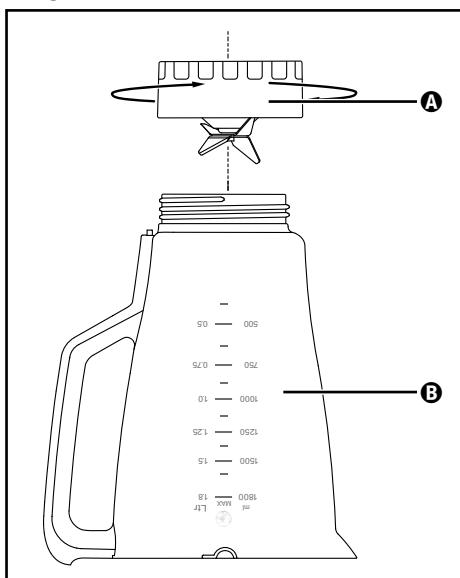

Abb. 3
- 2) Stellen Sie das Gerät auf den Kopf und drehen Sie den Aufsatz **A** gegen den Uhrzeigersinn, so dass er sich vom Behälter **B** lösen lässt (siehe Abb. 3).
- Gehen Sie vorsichtig mit den Schneidmessern ④ um. Sie sind sehr scharf!
- 5) Setzen Sie Aufsatz A mit den Schneidmessern ④ wieder auf den Behälter B des Mixaufsatzes ③ und drehen Sie ihn im Uhrzeigersinn fest.